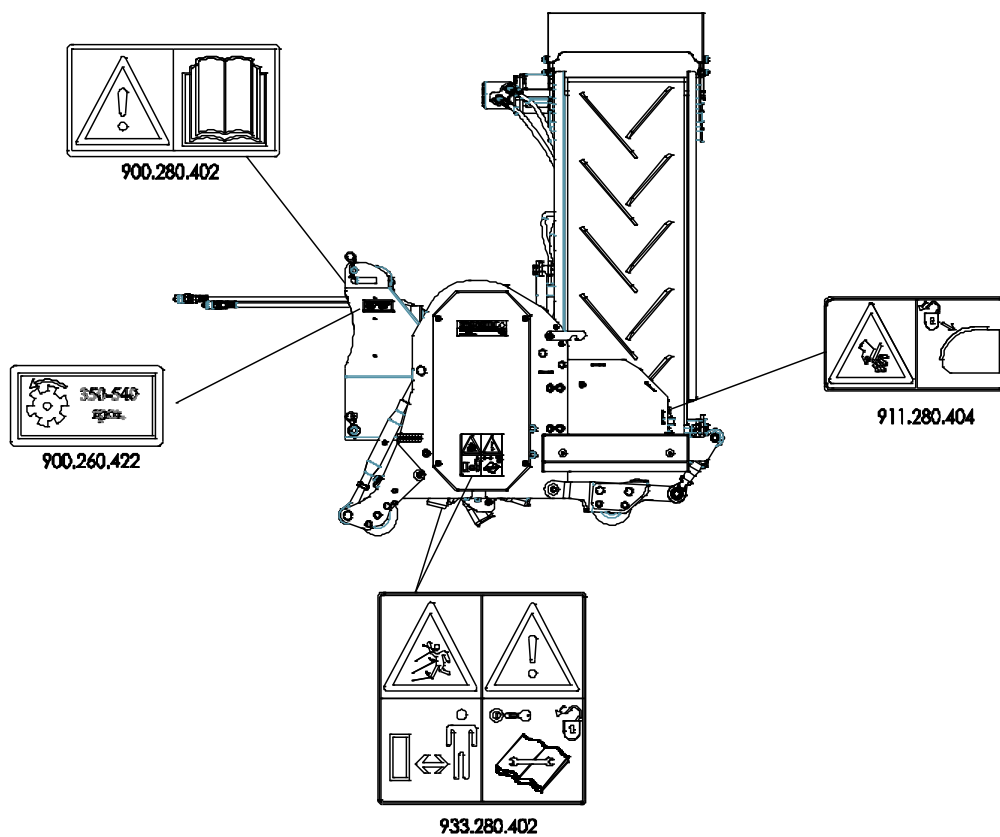

Fig. 7
(7) Plaatsing Turf-Stripper 1200 veiligheidsstickers. (Fig. 7)